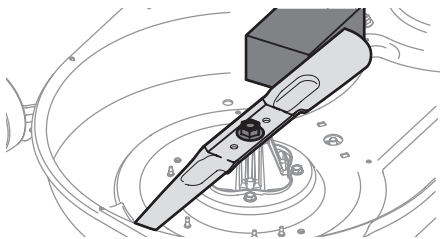

Figure 46
2. Placez un morceau de bois entre le boîtier du plateau de coupe et la lame de coupe pour empêcher tout mouvement (Figure 46).
3. Placez un morceau de bois entre le boîtier du plateau de coupe et la lame de coupe pour empêcher tout mouvement (Figure 46 à la page 106).